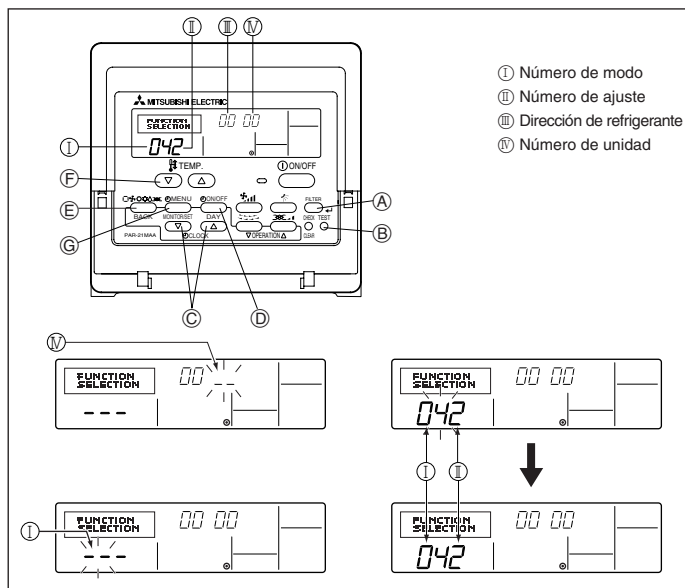

Fig. 6-8
1) Para el controlador remoto cableado (Fig. 6-8)
- ① Paso al modo de edición de funciones.